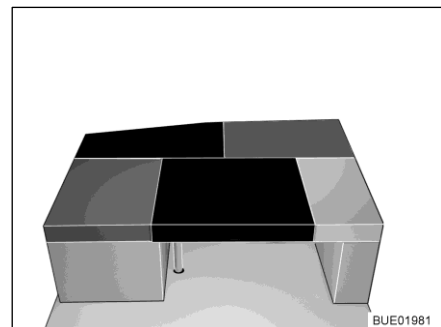

Bild 155 Efter ombyggnaden
- Lägg den rektangulära extra dynan på bordet (mellan sittedynan och sidosätets ryggdyna, se Bild 155).